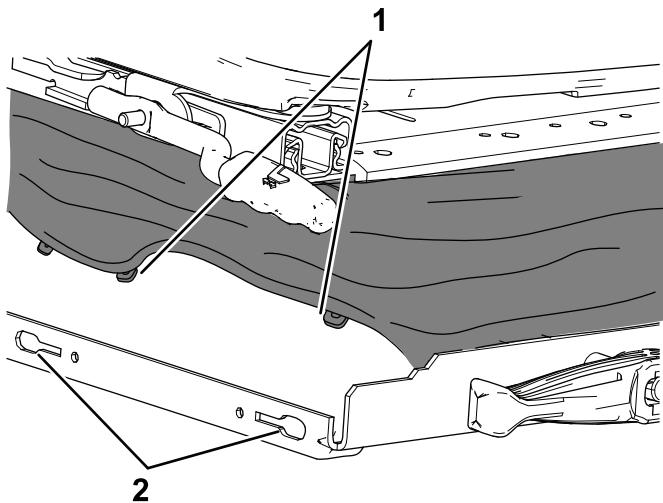

Figure 6
1. Détachez le soufflet du bord avant de la base du siège comme suit (Figure 6) :